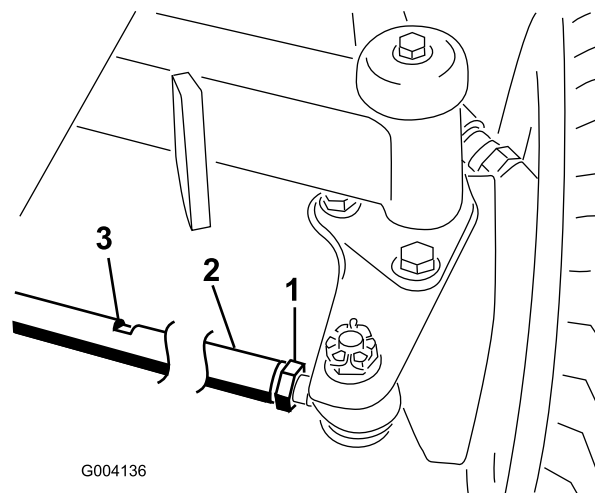

Рисунок 67
2. Ослабьте контргайку с каждой стороны тяги (Рисунок 67).